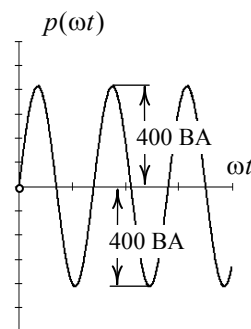

Рис. 8.7
4. Рассмотрим график мгновенной мощности (рис. 8.7). Полная мощность цепи $S = 400$ ВА, активная мощность $P = 0$, реактивная мощность $Q = S = 400$ ВАр,